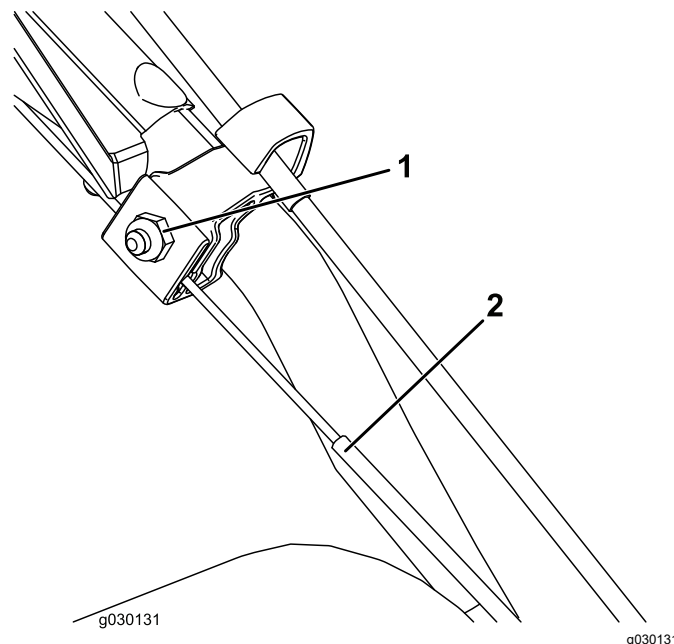

Figura 21
1. Desaperte a porca na braçadeira do cabo superior, mas não a remova (Figura 21).
2. Puxe o cabo para baixo para retirar alguma folga (Figura 21).
3. Aperte a porca (Figura 21).